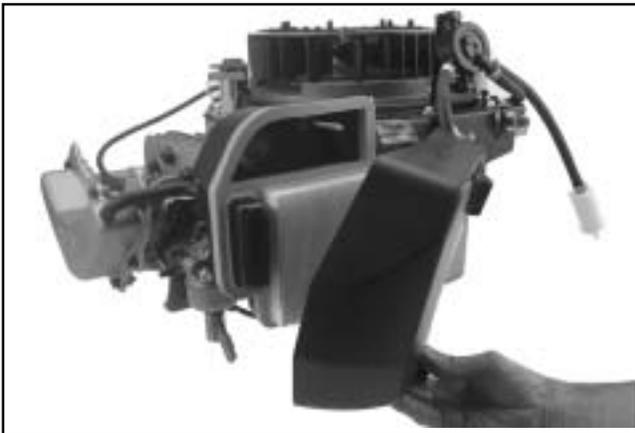

Figura 8-7. Rimozione del coperchio del filtro dell'aria.
1. Allentare i due pomelli e rimuovere il coperchio del filtro dell'aria. Vedere Figura 8-7.